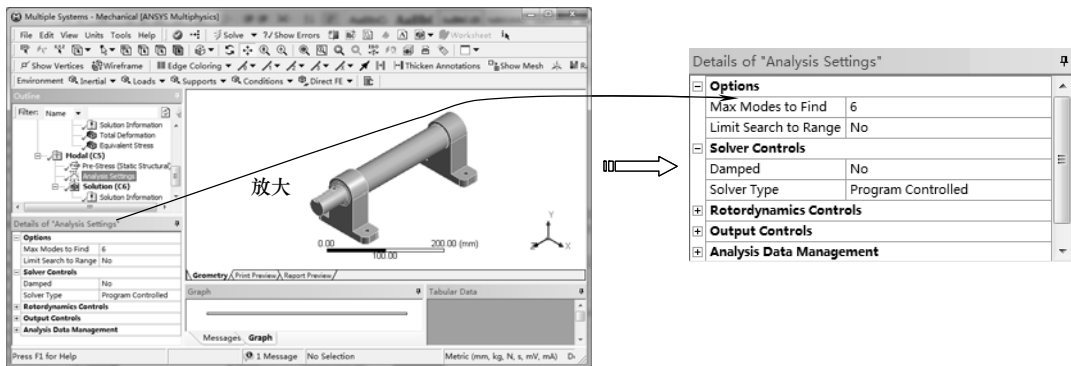

图 6-34 设置模态求解参数
1) 在【Outline (分析树)】中选择【Modal (C5)】节点下的【Analysis Settings】，设置【Detail of “Analysis Settings”】中的【Max Modals to Find】为6，求解前6阶模态，如图6-34所示。